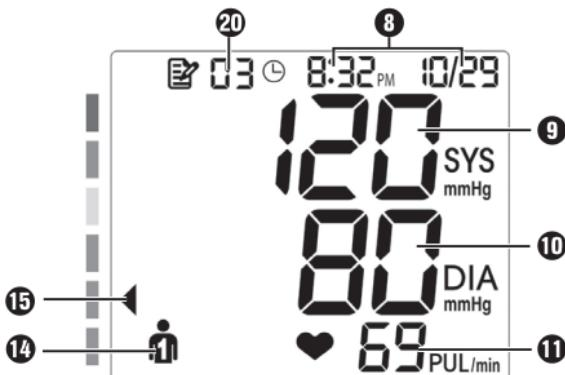

Abb. 1
- Sie können die Messung jederzeit durch Drücken der Start/Stopp-Taste 2 ① abbrechen, wodurch die Manschette 23 automatisch entlüftet wird.
- Wenn die Messung erfolgreich durchgeführt wurde, erschlafft die Manschette **23** augenblicklich. Die ermittelten Werte erscheinen im Display **1**, wie z. B. in Abb. 1 dargestellt: